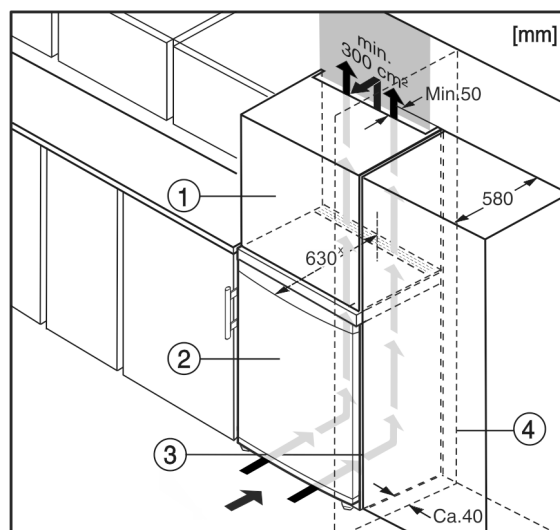

Fig. 6
- (1) Nadstavná skrinka*
- (2) Zariadenie*
- (3) Kuchynská skriňa*
- (4) Stena*
Zariadenie môže byť zabudované medzi kuchynskými skriňami. Aby sa zariadenie Fig. 6 (2) prispôbilo výške kuchynskej linky, môže sa nad zariadením umiestniť nadstavná skrinka Fig. 6 (1).
Pri vstavaní s kuchynskými skriňami (hĺbka max. 580 mm) je možné zariadenie inštalovať priamo vedľa kuchynskej skrine Fig. 6 (3). Zariadenie vyčnieva nabok 34 mm * a v strede zariadenia 50 mm * oproti prednej časti kuchynskej skrine.
Ak je zariadenie umiestnené so zavesením vedľa steny Fig. 6 (4), musí vzdialenosť medzi zariadením a stenou činiť minimálne 40 mm. To zodpovedá presahu držadla pri otvorených dverách.*